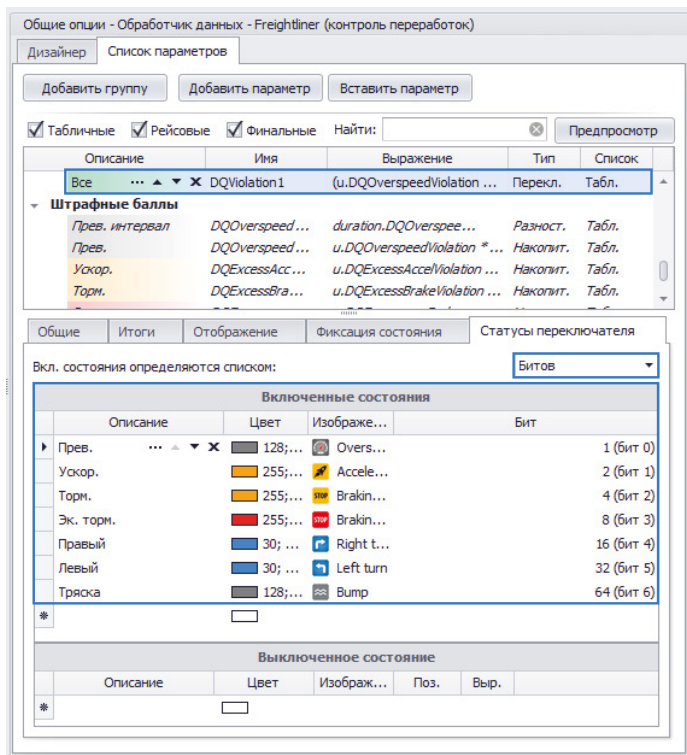

Рис.92. Пример настройки определения вкл. состояния параметра по списку битов.
- **Битов** – включенными состояниями параметра являются различные биты, хранящиеся в этом параметра. Это могут быть флаги ТС, статусы внешних устройств, возвращаемых одним параметром в разных битах (например, системы учета пассажиропотока Irma Matrix), разные нарушения стиля вождения, возвращаемые одним параметром. Для такого переключателя требуется задать список битов, являющихся включенными состояниями, а также задать их описание, цвет, изображение для корректной обработки в модулях просмотра. На **Рис.92** приведен пример настроек переключателя, включенные состояния которого определяются списком битов этого параметра.